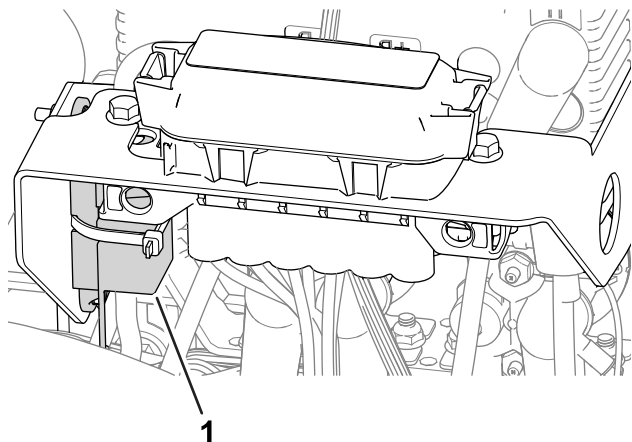

Figura 44
- Sigurană pentru motorul roii din stânga (60 A) se află sub capacul din partea stângă a mainii, lângă siguranțele circuitului de acionare a cilindrului (Figura 44).